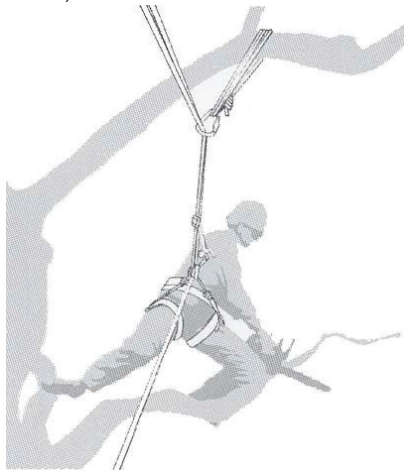

Figura A.3 — Exemplo de redireccionamento da linha principal através de um ponto de ancoragem suplementar
- No caso de o operador estar a trabalhar próximo de troncos verticais com baixas forças laterais na posição de trabalho, um apoio seguro pode ser tudo o que é necessário para manter uma posição de trabalho segura. No entanto, à medida que os operadores se afastam do tronco, precisarão de tomar medidas para remover ou contrariar as forças laterais crescentes, como, por exemplo, redireccionando a linha principal através de um ponto de ancoragem suplementar ou usando uma cinta ajustável diretamente do arreo para um ponto de ancoragem suplementar (consulte a Figura A.3).